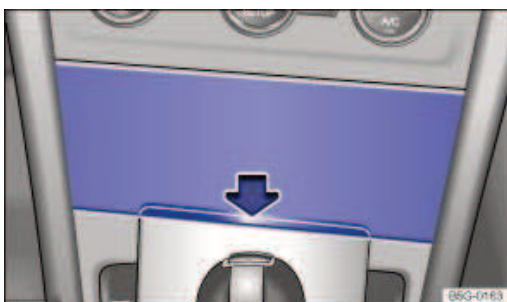

Fig. 149 Dans la partie inférieure de la console centrale : rangement
*Ouverture* : appuyez brièvement sur la barre située sur le bord inférieur du rangement → Fig. 149. Le rangement s'ouvre automatiquement.